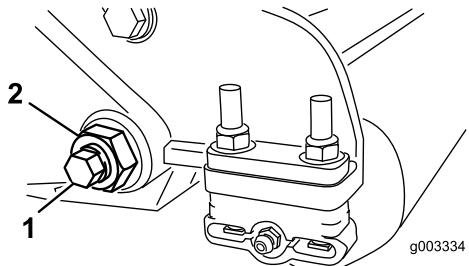

Figura 27
- En cada lado de la máquina, afloje la contratuerca que fija el perno de la barra de asiento (Figura 27).
- Retire cada perno de la barra de asiento, para poder tirar de la barra hacia abajo y retirarla de la máquina (Figura 27). Guarde las 2 arandelas de nylon y la